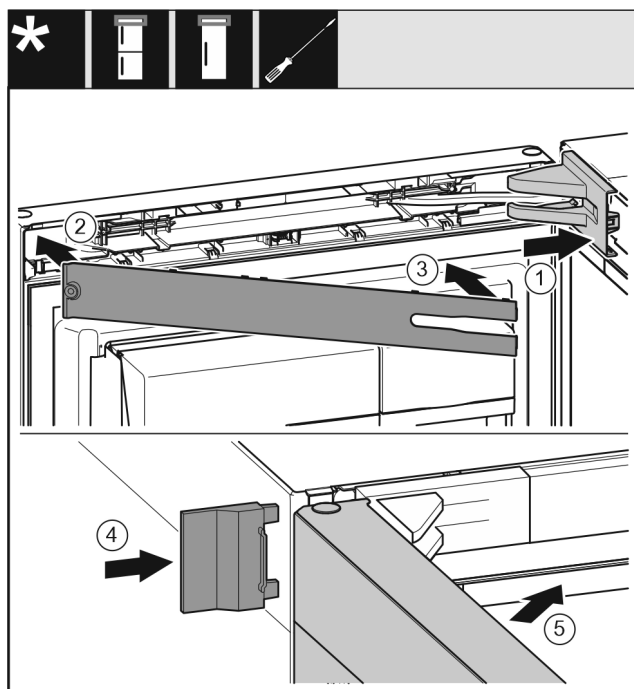

Fig. 32
- Mettre en place le cache du support de palier Fig. 32 (1) et l'enclencher. Au besoin, l'écartier avec précaution.
- Poser le cache Fig. 32 (2).
- Faire pivoter le cache Fig. 32 (3) et l'enclencher.
- Insérer le cache extérieur Fig. 32 (4).
- Fermer la porte supérieure Fig. 32 (5).